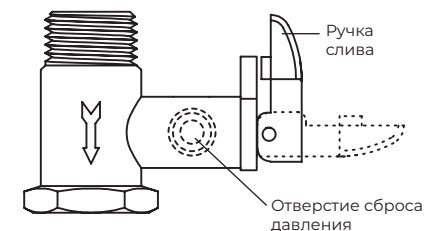

Рис. 5
6. Помните о контрольных проверках исправности действия предохранительного клапана каждые 14 дней. Способ проверки: перевести ручку слива в горизонтальное положение до ощущения перехода резьбы, и тогда из отверстия клапана должна потечь вода. После проверки вытекания воды верните ручку в предыдущее положение (рис. 5).